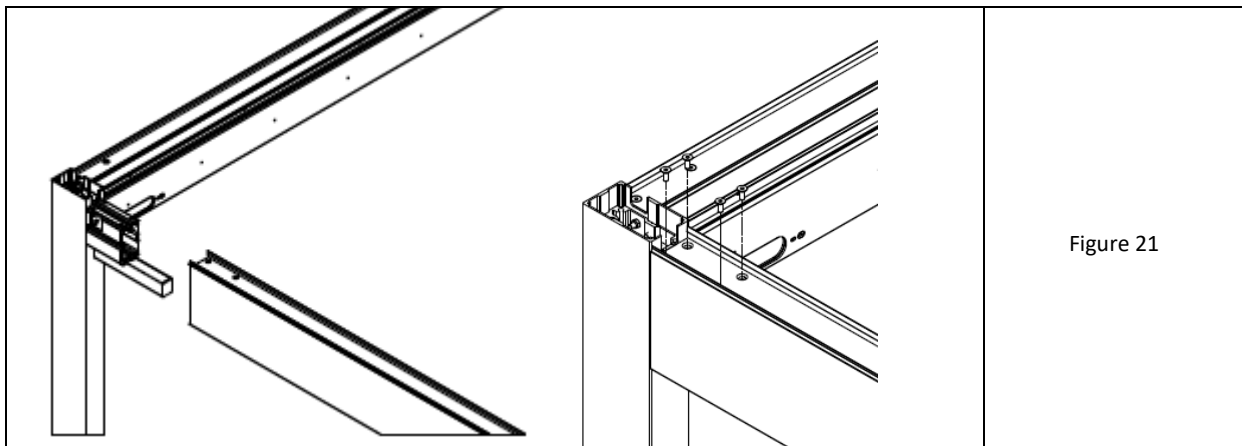

Figure 21
8. Glisser la barre longitudinale (Fig. 21-gauche) sur les os des poteaux du cadre transversal du côté du trop-plein de l'angle.
10. Lors de l'insertion, éviter de frotter la couche d'étanchéité et n'appliquer l'EPDM sur la paroi de la poutre qu'après avoir aligné les contours de l'haricot. Serrer le trop-plein avec 2 vis à tête fraisée M5x8 (dans les trous extérieurs de l'haricot à tête fraisée) (Fig.21-droite).
11. Serrer la barre longitudinale à l'os du poteau du côté de la chambre supérieure de la poutre à l'aide de 4 vis à tête fraisée M8 x 20 avec une douille à six pans creux (Fig. 21-droite).